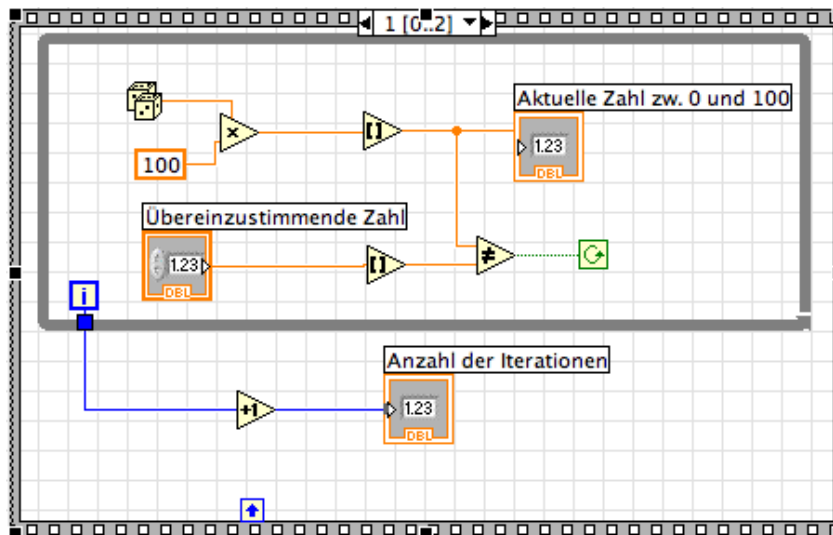

ABB.4.10
- ▷ Wähle *Add Frame After* nach Rechtsklick auf den Rahmen und füge nach Abb. 4.10 die Objekte an. In einer While-Schleife werden Zufallszahlen zwischen 0 und 100 erzeugt und mit einer frei gewählten Zahl verglichen. Die aktuelle Zufallszahl und die Anzahl der Iterationen wird ausgegeben.